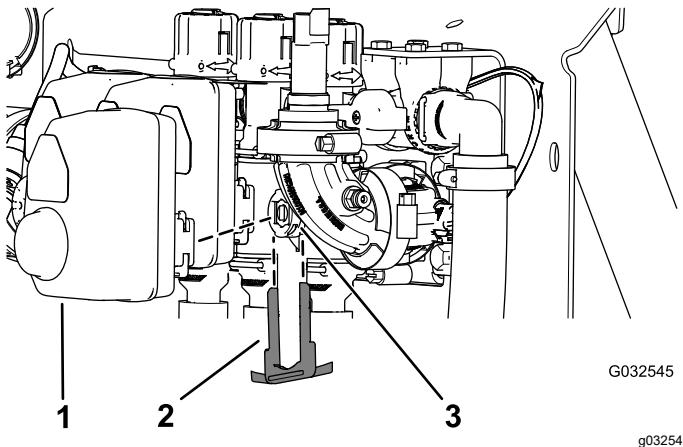

Figure 122
2. Retirez l'étrier qui fixe l'actionneur à la vanne de section de rampe ou la vanne d'agitation sur le collecteur (Figure 122).